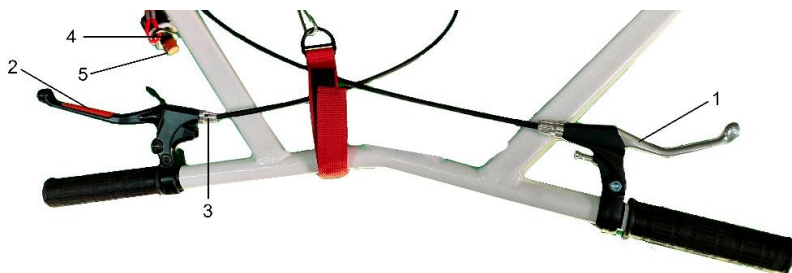

Рис.6. Органы управления мотобуксировщиком.
• **Рычаг газа** (рис.6, поз.1) управляет дроссельной заслонкой двигателя. Для начала движения и ускорения нажмите на рычаг газа. Для замедления отпустите рычаг газа. Перед запуском двигателя проверьте рычаг газа, убедившись, что он работает плавно. Удостоверьтесь, что рычаг возвраща-
- **Рычаг тормоза** (рис.6, поз.2) управляет нажимной колодкой дискового тормозного механизма. Дисковый тормоз используется для снижения скорости перемещения или полной остановки мотобуксировщика.
- **Болт регулировки рычага тормоза** (рис.6, поз.3). Данный болт предназначен для регулировки свободного хода рычага тормоза. Выкручивая регулировочный болт можно уменьшить люфт рычага тормоза.
- **Срывная чека блока аварийного выключения двигателя** (рис.6, поз.4) предназначена для экстренного выключения двигателя. Водитель должен всегда управлять мотобуксировщиком с надетым на руку или пристегнутым к одежде шнуром. Если во время движения водитель аварийно покидает мотобуксировщик, срывная чека слетает с блока, тем самым останавливая двигатель.
- **Кнопка выключения двигателя** (рис.6, поз.5) предназначена для того чтобы заглушить работающий двигатель после остановки мотобуксировщика, либо на ходу при необходимости экстренного выключения двигателя.